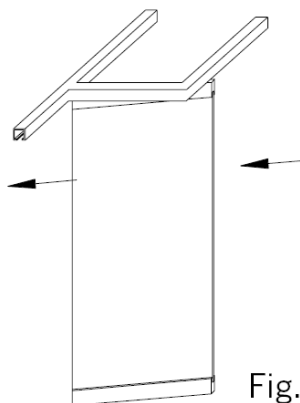

Fig. 22
22. Обслуживание конструкции и панелей (Рис. 22):